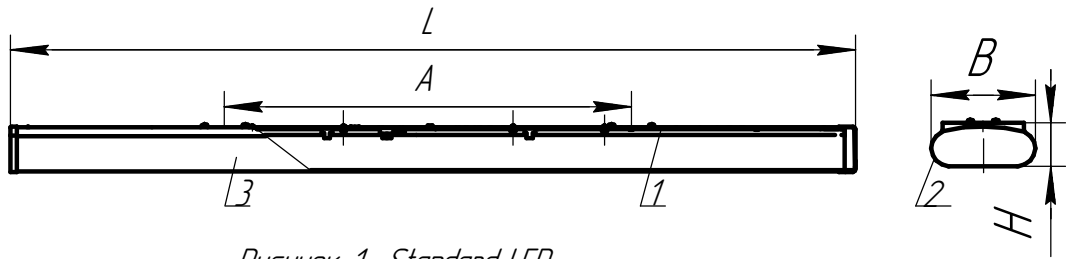
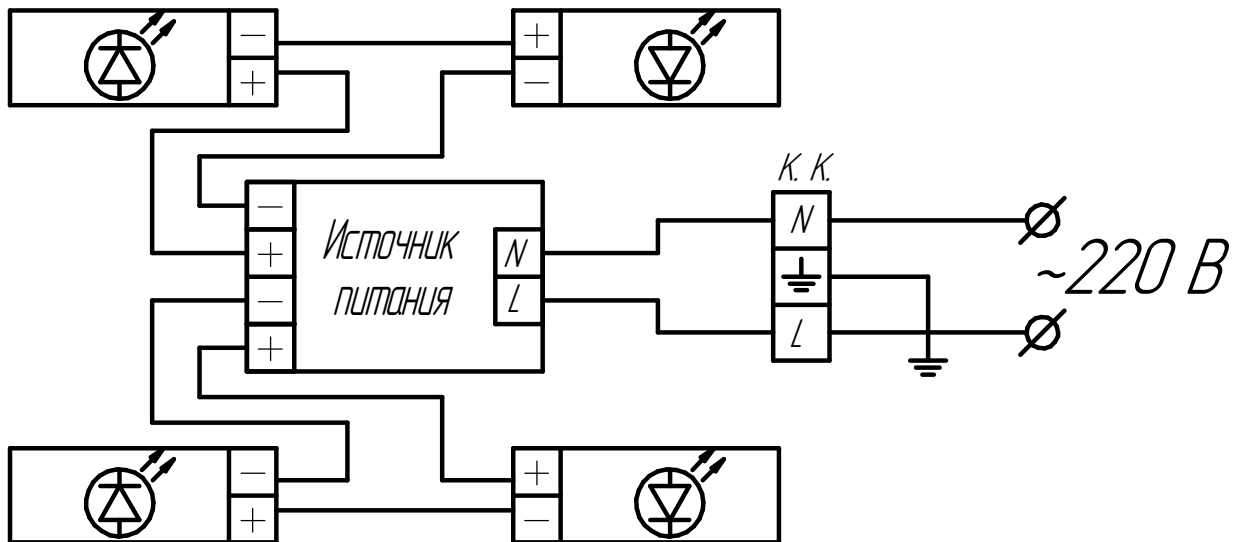

Рисунок 1. Standard LED
Рисунок 4. Схема электрическая
Устройство, установка светильников показаны в приложении А (рисунки 1-3), электрическая схема показана в приложении А (рисунок 4).
4.1 Светильник состоит: из корпуса в сборе поз.1 (приложение А, рис.1), в котором размещена электрическая схема (Рисунок 4); двух торцевых крышек поз.2, рассеивателя из полистирола поз. 3.